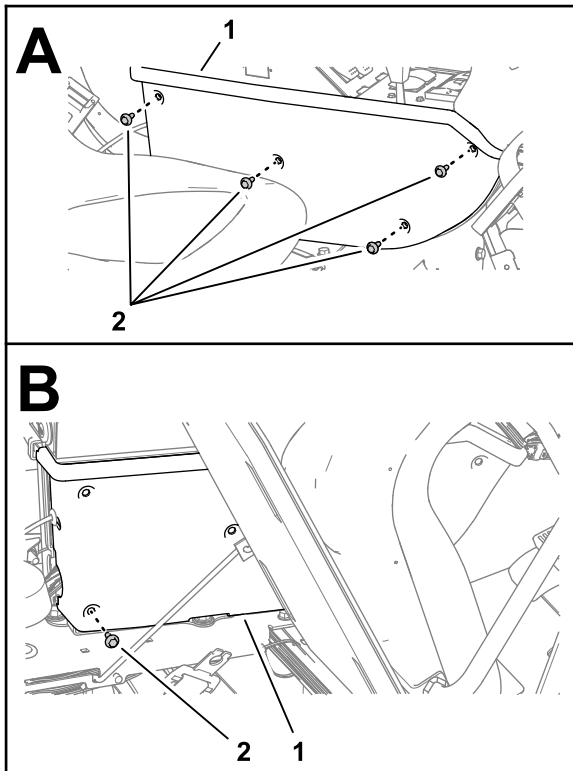

Figura 41
2. Retire los 4 tornillos con arandela prensada ($\frac{1}{4}$ " x $\frac{3}{4}$ "") que sujetan el panel lateral de la consola central, como se muestra en la Figura 41.
3. Incline el asiento del pasajero hacia adelante y retire el tornillo con arandela prensada trasero inferior (Figura 41).